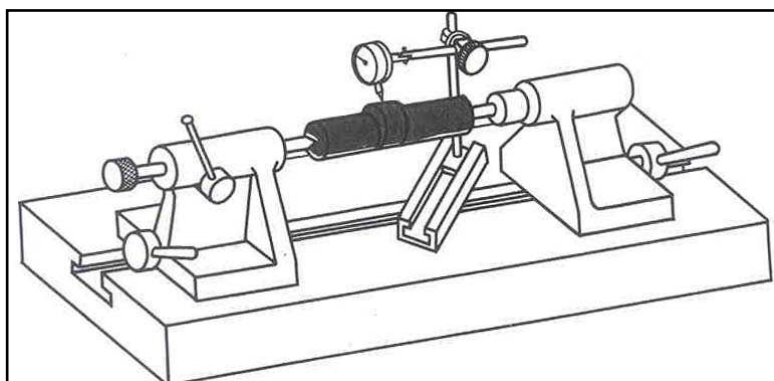

Figura 30 – Verifica eccentricità del pezzo.
3. Se necessario, bloccare l'estremità opposta del pezzo tramite la contropunta. A tal proposito, regolare la posizione della contropunta e del cannotto, utilizzando la leva ed il volantino di fissaggio appositi (figura 30).